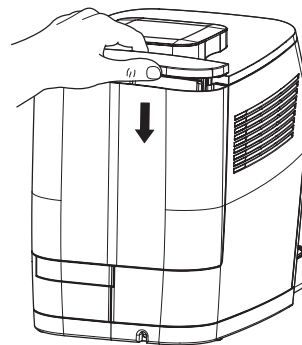

Fig. 3: Mise en place du réservoir d'eau
8. Remplissez le réservoir d'eau jusqu'au repère « Max » avec de l'eau potable froide et placez-le sur l'appareil (Fig. 3). Veillez à ce que le réservoir d'eau soit accroché en haut de l'appareil et qu'il s'aligne le long de celui-ci.